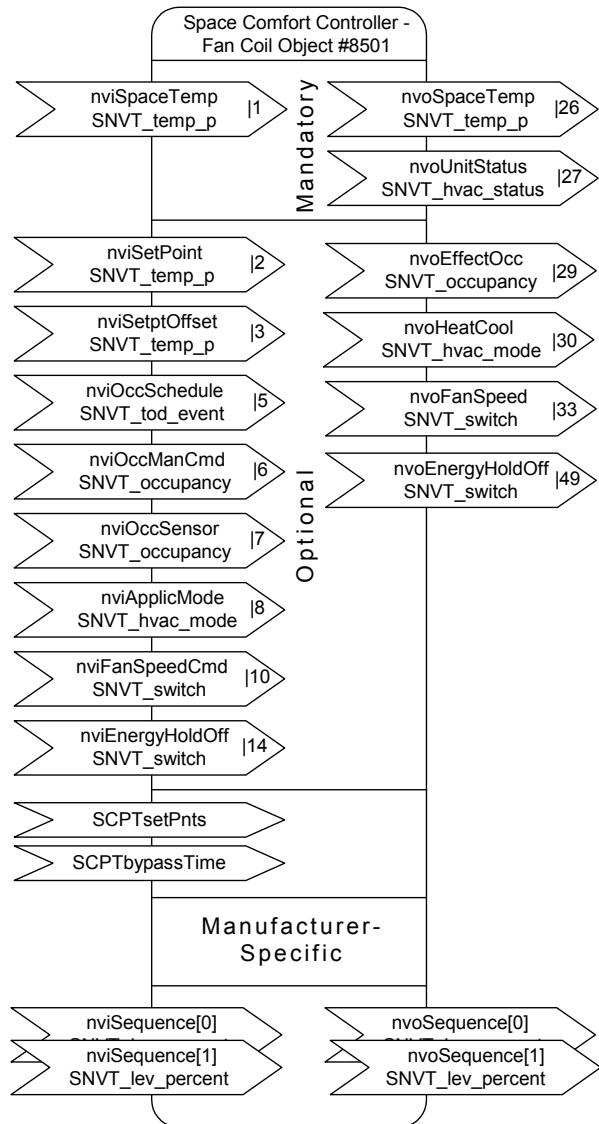

Abb. 8 FCU Controller Objekt
- 1 Space Comfort Controller Objekt (#8501 SCC Fancoil) (siehe Abb. 8)